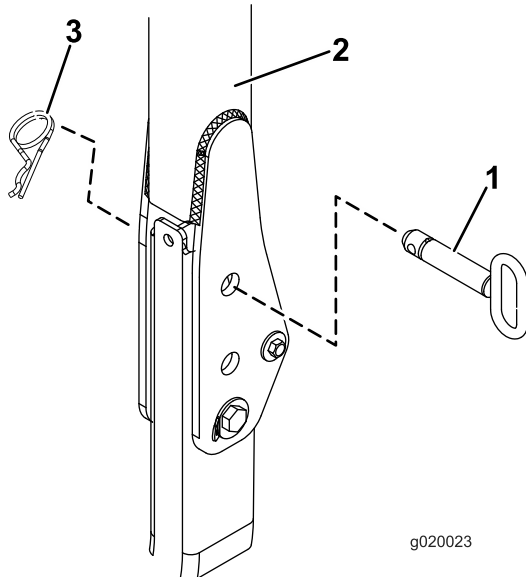

Figura 29
2. **En el caso de las unidades de tracción Reelmaster 3555 y 3575**, vaya al paso 10. Para todos los demás modelos, con la barra antivuelco en la posición elevada, retire las chavetas y los 2 pasadores (Figura 29).